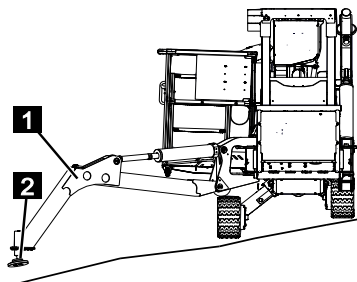

Fig. 105
2. Pour sécuriser, mettre les appuis (Fig.105/1) en aval en variante d'appui large ou étroite (☞ Chapitre 7.11 „Régler et commander les appuis pour la sécurisation”, page 111) et les abaisser.
3. Veiller à ce que les disques d'appui (Fig.105/2) ne touchent pas le sol si possible.
- Respecter la différence de hauteur maximale des bords à franchir (hauteur maxi. des bords  $X = 100$  mm (Fig.105/X).